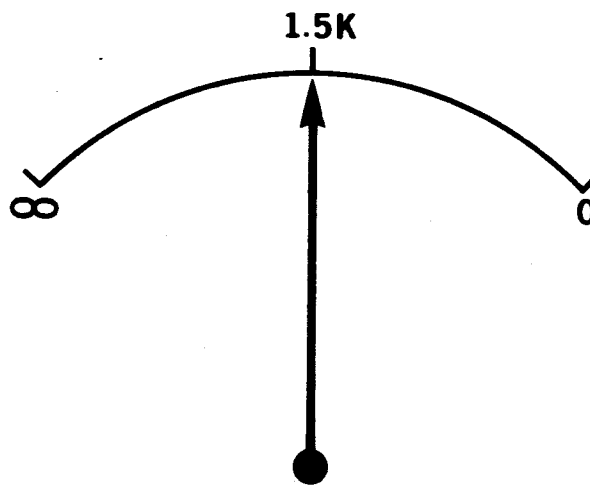

Fig. 19-3
9. Calibre el óhmetro usando otras resistencias conocidas, individualmente y en serie o paralelo, para proveer de puntos adicionales en la escala. Complete la Fig. 19-3, marcando la escala con los valores de resistencia usados.